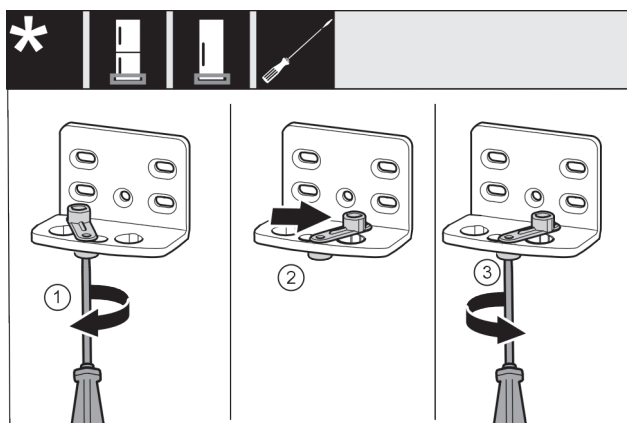

Fig. 15
- ▶ Allentare leggermente la vite Fig. 15 (1) con un cacciavite.
- ▶ Sollevare l'ausilio di chiusura della porta Fig. 15 (2) e ruotarlo nel foro di 90° a destra.
- ▶ Stringere la vite Fig. 15 (3) con un cacciavite.